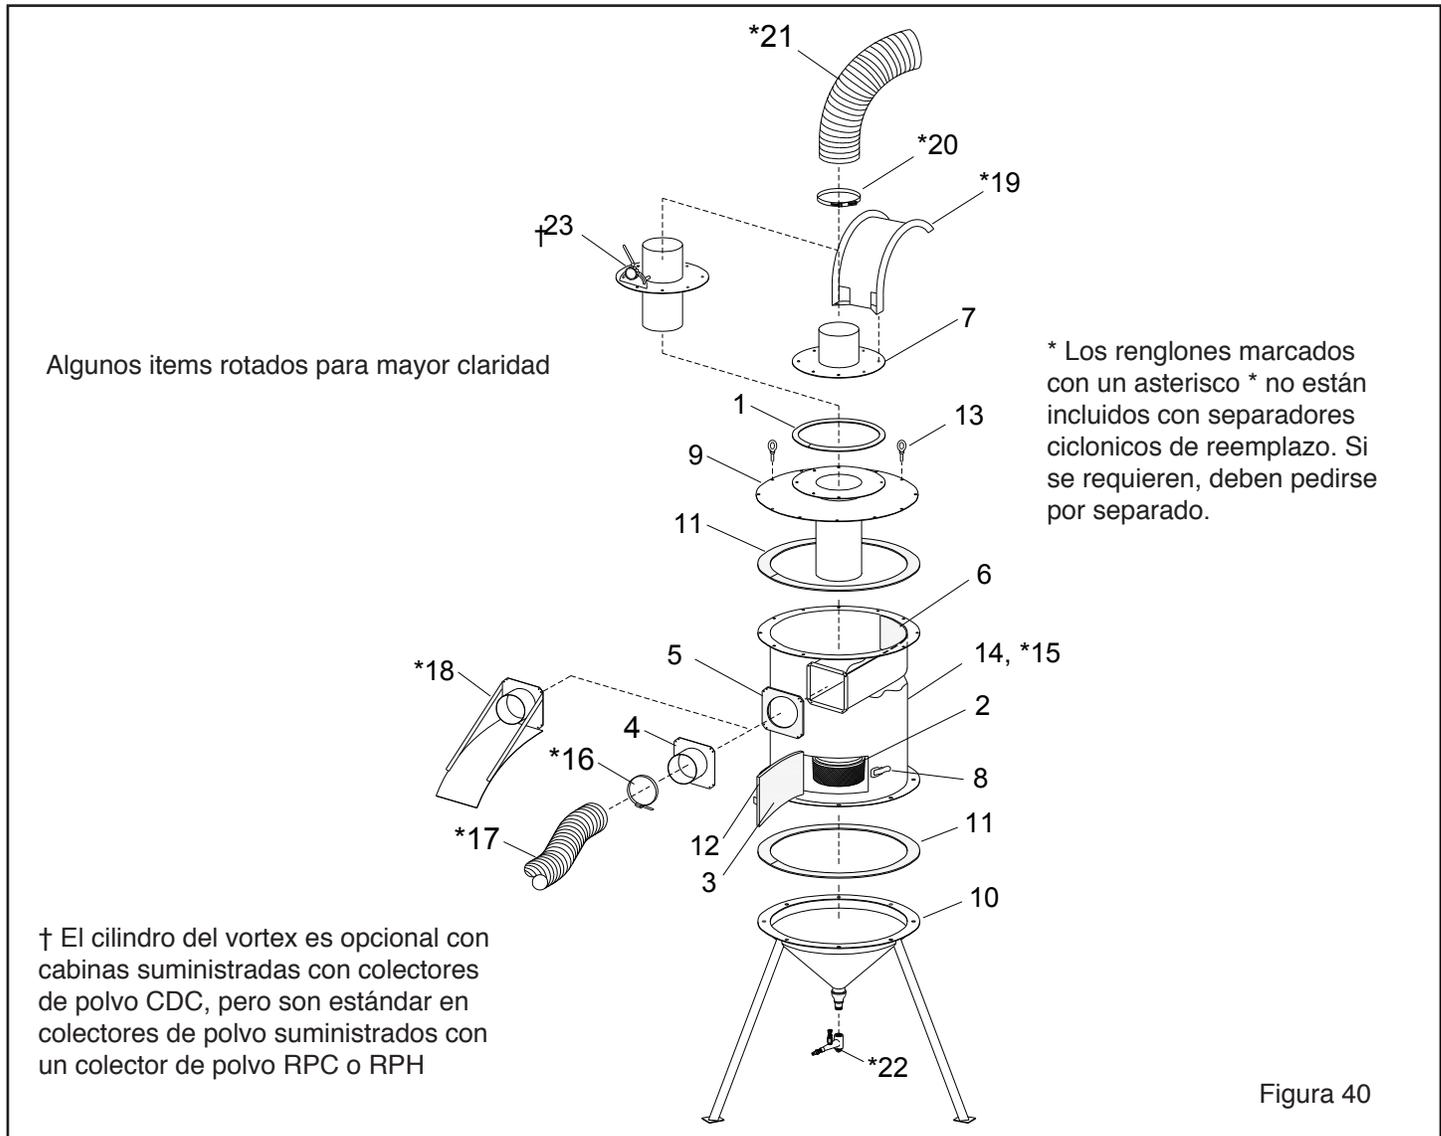

Figura 40
**9.12 Piezas de Repuesto para Separador ciclonico de 900 PCM Figura 40**